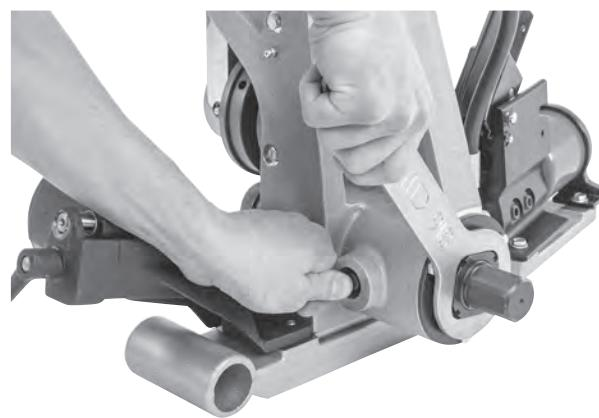

Abbildung 27 - Einrasten der Spindelarretierung und Entfernen der Haltemutter der Antriebswelle
3. Wenn die Spindelarretierung eingerastet ist, entfernen Sie mit dem Ringschlüssel die Haltemutter des Antriebswellenlagers (Abbildung 27).